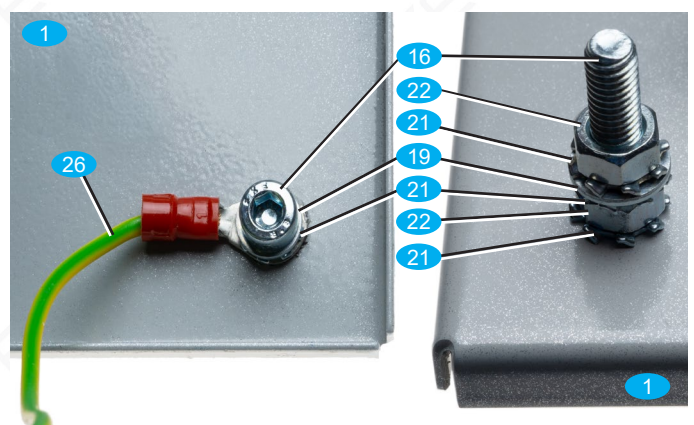

Bild 7: Funktionserdungsschraube (FE) innen / außen
- Montieren Sie zusammen mit dem Erdungskabel die Funktionserdungsschraube (FE). Siehe Bild 7.